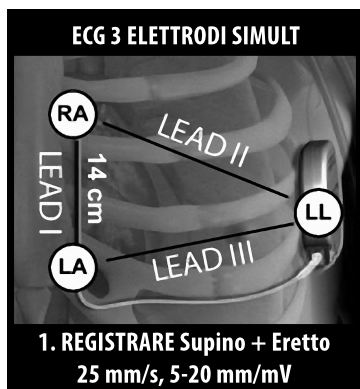

Figura 2. Posizionamento tipico degli elettrodi ECG di superficie per la selezione del paziente
1. Per effettuare il processo di selezione del paziente, è necessario ottenere una superficie equivalente dei vettori di sensing sottocutanei. È importante raccogliere l'ECG di superficie nel punto che rappresenta la posizione desiderata del sistema S-ICD impiantato. Durante il posizionamento del sistema S-ICD nel punto di impianto tipico, è necessario posizionare l'elettrodo ECG come segue (Figura 2 Posizionamento tipico degli elettrodi ECG di superficie per la selezione del paziente a pagina 19). Se si desidera un